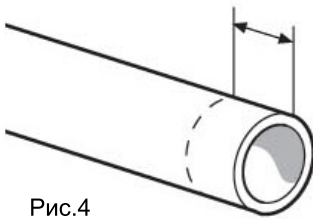

Рис.4
- *Соединение деталей между собой:* снимите одновременно детали с матрицы и патрицы и соедините между собой до отмеренной отметки (см. Рис.4) с выдержкой до отверждения оплавленного материала. Данная операция должна быть выполнена аккуратно за несколько секунд (см. табл.2,3).